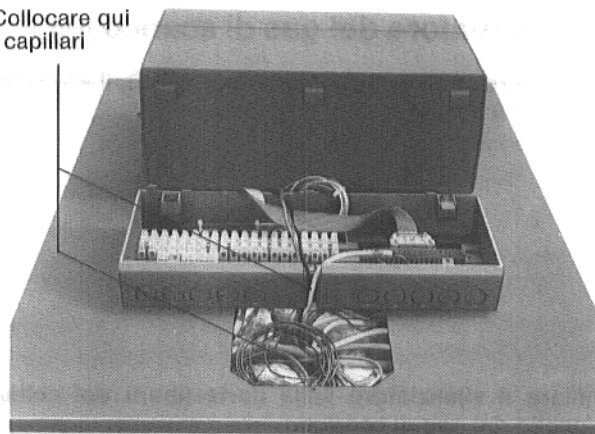

Fig. 14
6.8 Posare la **lunghezza eccedente dei capillari** sull'isolazione nell'apertura del coperchio (Fig. 14), non all'interno della basetta.
6.10 Rimettere il **coprigiunto** al ritaglio della basetta (Fig. 14).